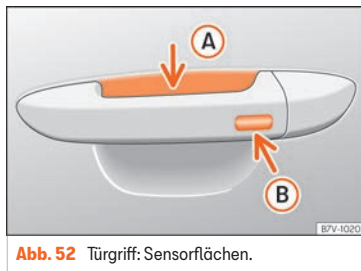

Abb. 52 Türgriff: Sensorflächen.
»» [Abb. 52]
- Berühren Sie die auf der Außenseite des Türgriffs befindliche Sensorfläche »» [Abb. 52] Ⓑ. Alle Blinker leuchten einmal auf.
- Berühren Sie innerhalb von 5 Sekunden einmal die auf der Außenseite des Türgriffs befindliche Sensorfläche  (Abb. 52) . Ergreifen Sie dabei nicht den Türgriff. Das System Keyless Access ist jetzt vorübergehend deaktiviert.
Um mit der **Komfortfunktion** alle elektrischen Seitenfenster und das Glasdach zu schließen, lassen Sie einen Finger einige Sekunden auf der Sensorfläche für Verriegelung  (Abb. 52)  am Türgriff, bis die Seitenfenster und das Dach geschlossen sind.